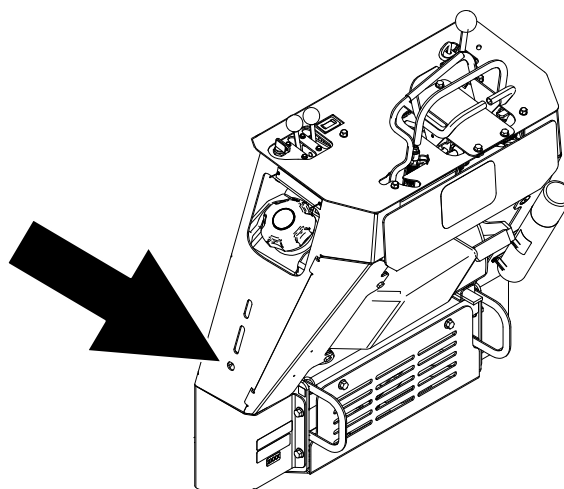

Figura 34
**Nota:** Pode utilizar a extensão da chave no furo que se mostra na Figura 34 para engatar uma chave de filtro de óleo.